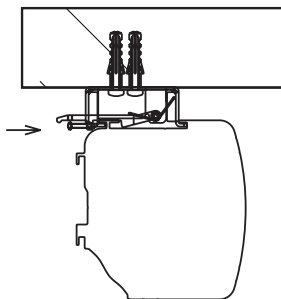

Fig. 7
3. Enfin, serrez les vis de sécurité des équerres. Cela permet d'éviter que celles-ci ne se déverrouillent par inadvertance. (voir Fig. 7)